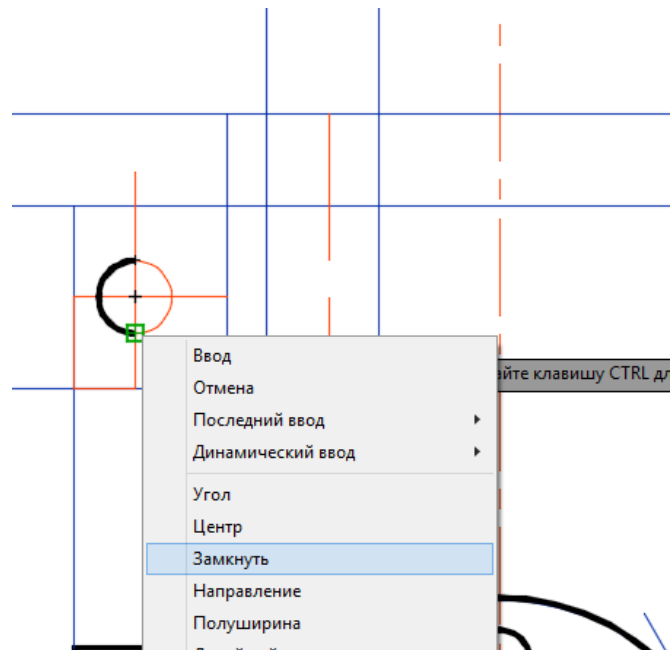

Рис. 2.28. Построение и обводка окружности
24. Постройте окружность диаметром **12 мм** и обведите ее, используя для обводки слой **Основной** (рис. 2.28).